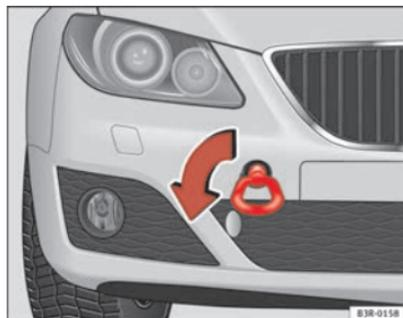

Fig. 231 Enroscamento da argola de reboque na parte dianteira do veículo
- Enrosque a argola até ao limite, para a *esquerda*, no sentido indicado pela seta ⇒ fig. 231. ■